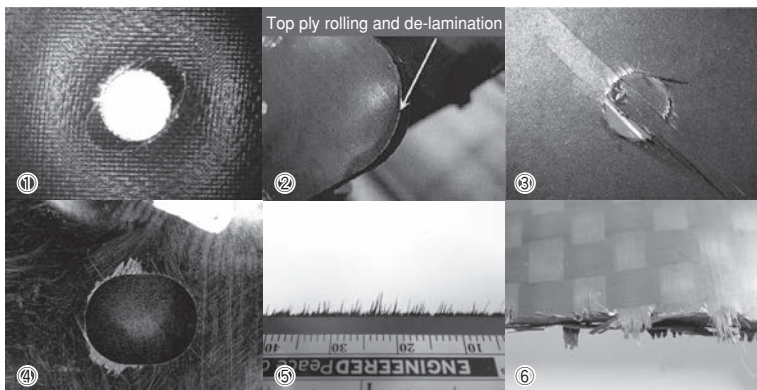

図1 各種のデラミネーション
確認する。既述のデラミネーションとは、積層されたファイバーが母材から剥離することで、図1の①②では表層が剥がれて浮いている（Top ply rolling）。③ではファイバーや繊維の束が工具で押し出されて剥がれ残り残されている（アンカットファイバーブレイクアウト、以後は単にアンカットファイバーと